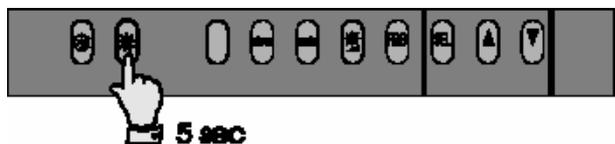

Рисунок 27
- Нажать кнопку, как показано на рис. 27.